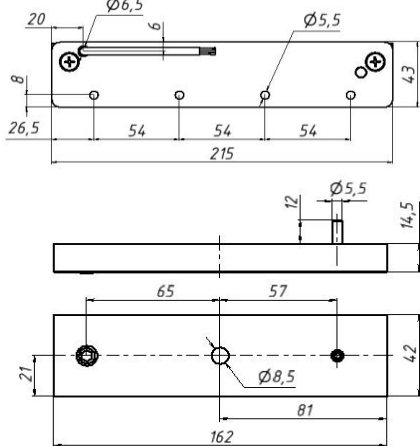

Рисунок 4 - Габариты якоря
5.3 Якорь замка устанавливается на двери напротив корпуса и закрепляется с помощью комплекта крепления якоря. Для этого в двери подготавливаются монтажные отверстия для штифта ( $\text{Ø}6 \text{ мм}$ ) и винта крепления ( $\text{Ø}10 \text{ мм}$ ) в соответствии с габаритным чертежом якоря (рисунок 4).